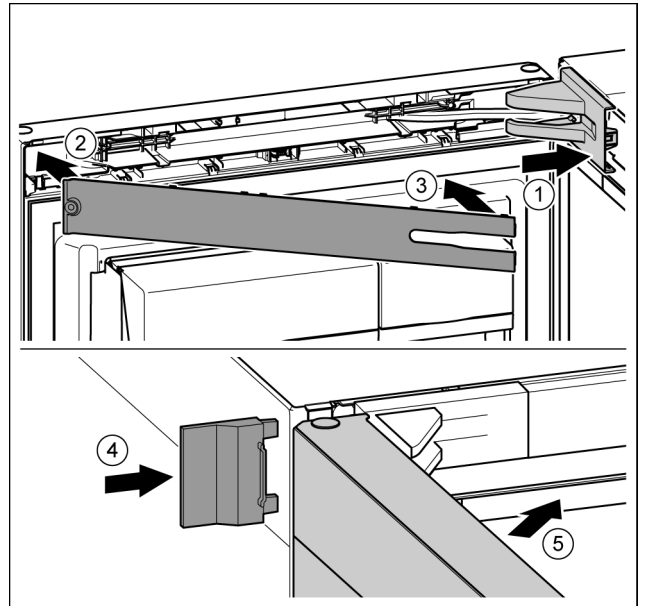

Fig. 23
- ▶ Nasadíte kryt ložiskovej konzoly a zaistíte, príp. opatrne rozotlačíte. Fig. 23 (1)
- ▶ Nasadíte kryt. Fig. 23 (2)
- ▶ Kryt priklopte a zaistíte. Fig. 23 (3)
- ▶ Nasuňte vonkajší kryt. Fig. 23 (4)
- ▶ Zatvorte vrchné dvere. Fig. 23 (5)